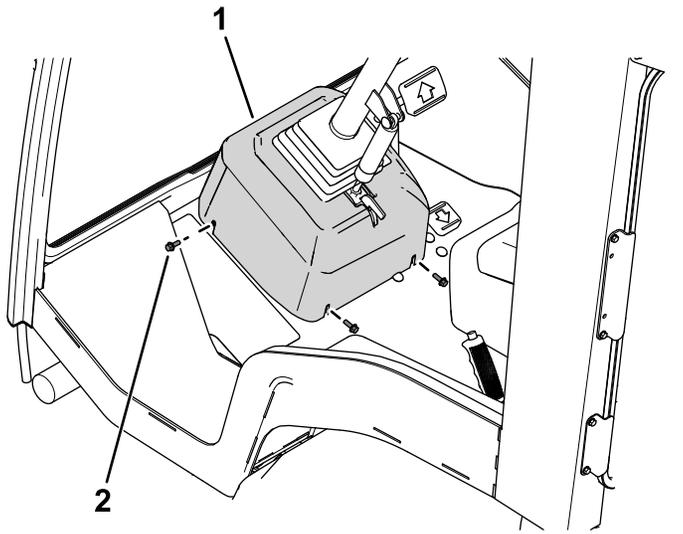

Figura 1
1. Retire las fijaciones, y levante y aparte la cubierta de la columna de dirección (Figura 1).